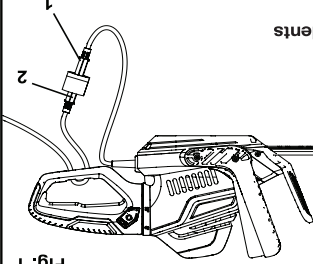

Fig. 1
Ce taille-haie est équipé d'une fiche qui ressemble à celle de la figure 1. Le taille-haie est doublement isolé pour assurer une double épaisseur d'isolation entre vous et le système électrique de l'outil. Toutes les pièces métalliques exposées sont isolées des composants métalliques internes du moteur par une isolation protectrice.
**DOUBLE ISOLATION** (voir Figure 1) □